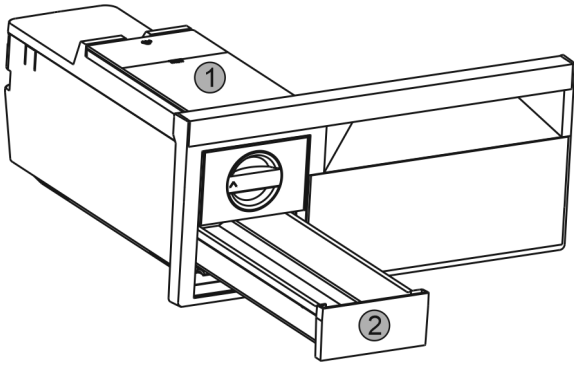

Fig. 19
- ▶ Enlever le réservoir d'eau Fig. 19 (1) et le tiroir à glaçons Fig. 19 (2).